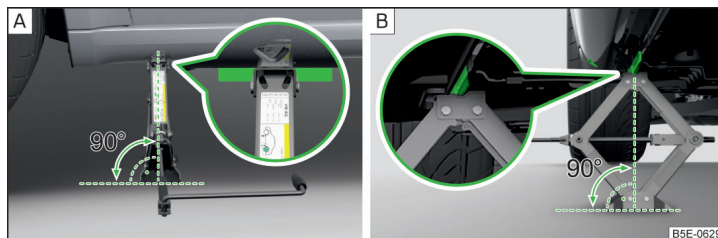

Fig. 333 Colocar el gato
- Apoye la placa de base del gato con toda la superficie en un suelo recto de la manera que el gato se encuentra en posición vertical respecto a la travesa de toma » fig. 333 - **A**.
- Gire el gato con la manivela hacia arriba hasta que la garra se encuentre en el larguero » fig. 333 - **B**.